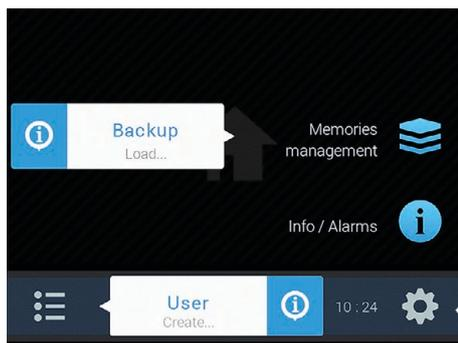
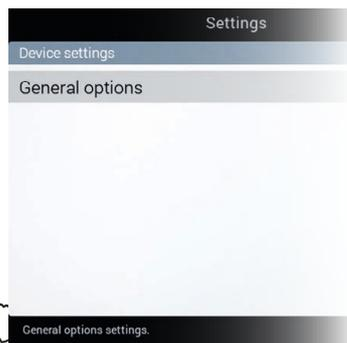

Fig. 26
Fig. 27
Lors du premier allumage, après les vérifications de système, le moniteur accède directement à la page-écran « Home » (Fig. 26). Sélectionnez la langue du moniteur à utiliser.
- Depuis la page-écran « Home » (Fig. 26) appuyez sur **FB** pour accéder au menu **Paramètres** (Fig. 27).